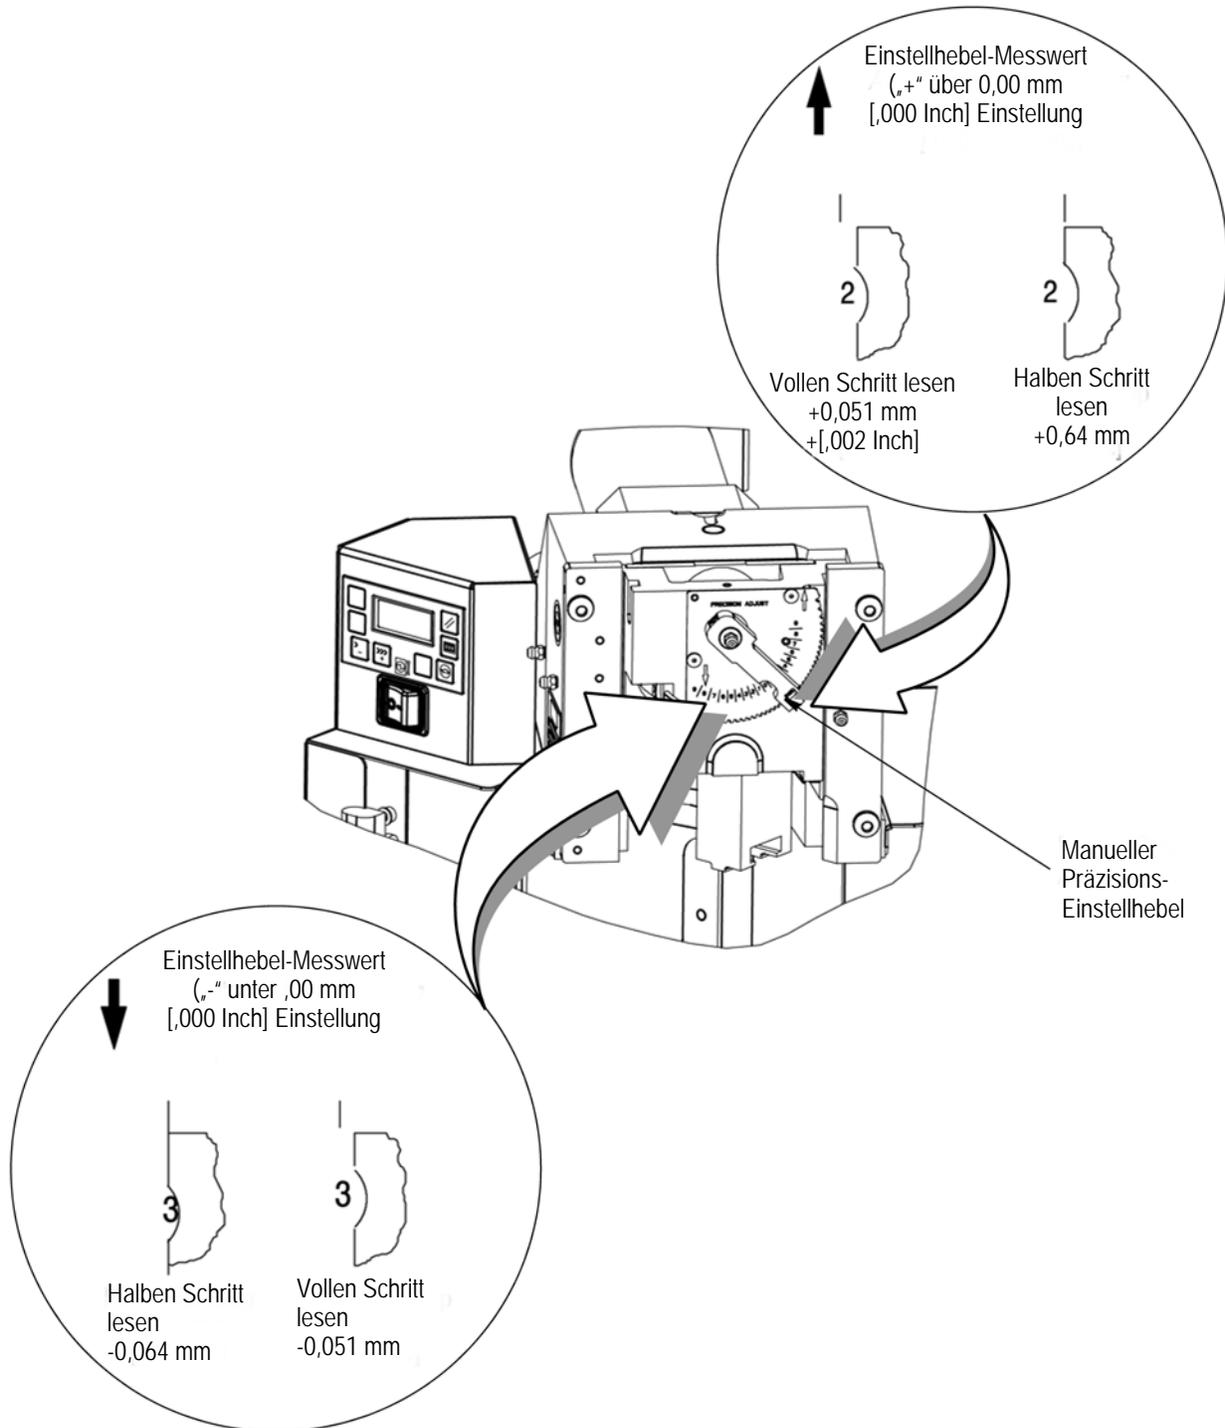

Abbildung 12
4. Zum Verstellen der Crimphöhe den Präzisions-Einstellhebel (Abbildung 12) versetzen: